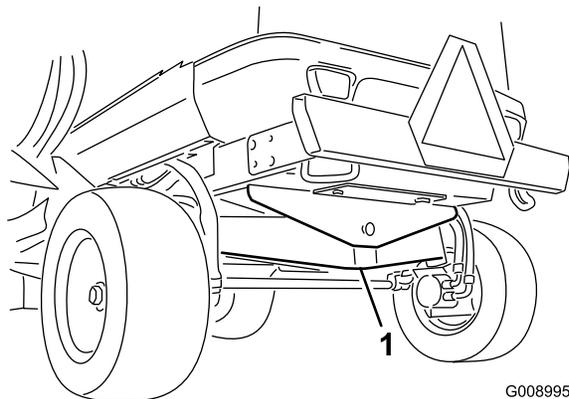

Рисунок 76
**Задняя часть машины** — в центре оси (Рисунок 76)